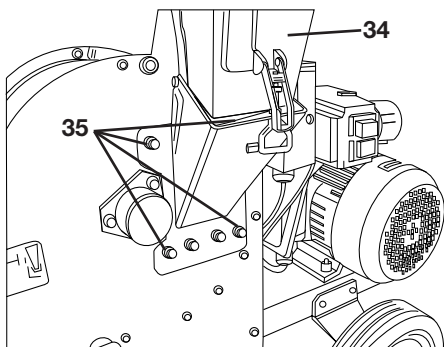

Bild 28
- Seitlichen Trichter **(34)** durch Lösen der 4 äußeren Sechskantmutter **(35)** (SW 13) entfernen (siehe „Bild 28“).